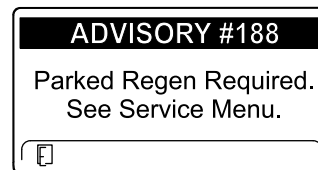

Figure 45
- Régénération en stationnement requise AVIS N° 188 (Figure 45)